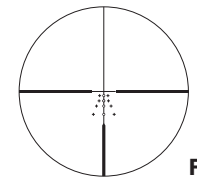
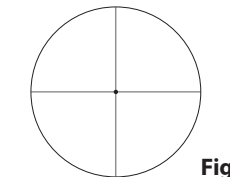

Fig. 3-1
Fig. 3-2
(1) Messa a fuoco
- 1 Guardare attraverso l'oculare con l'occhio a circa 10 cm (4 pollici) di distanza per vedere il reticolo BDC avanzato (Fig. 3-1) o il reticolo Fine Crosshair w/Dot (Fig. 3-2). Assicurarsi che l'occhio sia ben allineato e alla giusta distanza (eye relief); in caso contrario si vedrà "tutto nero".